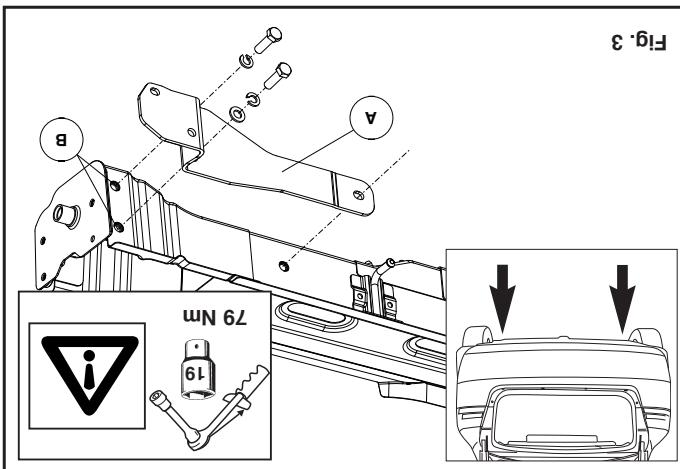

Fig. 2
4. Démonter la poutre chocs arrière. Il ne sera plus utilisé. Voir la figure 2.
6. Démonter l'anneau de remorquage (G). Il ne sera plus utilisé.